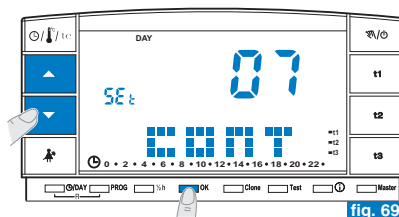

fig. 69
- Modificare il valore di contrasto selezionando utilizzando i tasti **▲▼**; ad ogni impulso corrisponde una variazione di 1 punto (esempio in fig. 69).
- Dalla videata di visualizzazione del contrasto del display (esempio in fig. 69) premere i tasti ▲▼ per visualizzare il livello "02" LCd dAY (esempio in fig. 70).
- Dalla videata di visualizzazione del contrasto del display (esempio in fig. 69) premere i tasti ▲▼ per visualizzare il livello "01" LCd OFF (esempio in fig. 72).